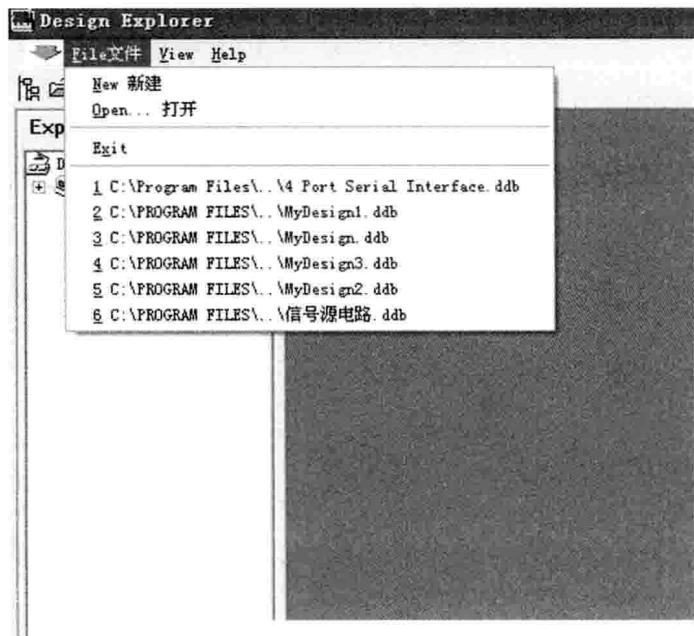

图 1-20 翻译后的菜单
(5) 单击 Close 按钮, 关闭对话框, 即可看到翻译后的菜单, 如图 1-20 所示。